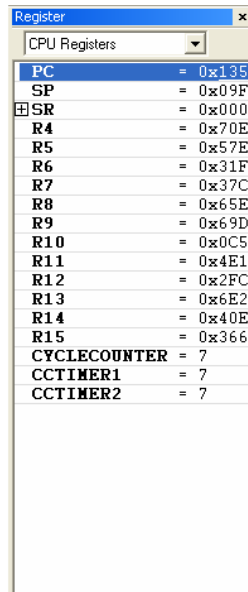
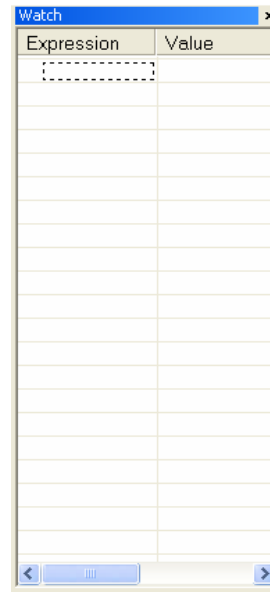

图 2.13
图 2.14
17、如果用户想查看 CPU 某个寄存器内的数值可以选择 View 菜单下的 Register 一项，就会弹出如图 2.13 所示的寄存器对话框，通过黑色下拉三角按钮可以选择不同的寄存器。如果用户想查看程序中某个变量的数字，可以选择 View 菜单下的 Watch 一项，会看到图 2.14 所示的画面，在虚线框中输入要查看的变量名即可。此外，在 View 菜单下还有很多其他的查看方式，用户可以查看帮助中的使用说明。